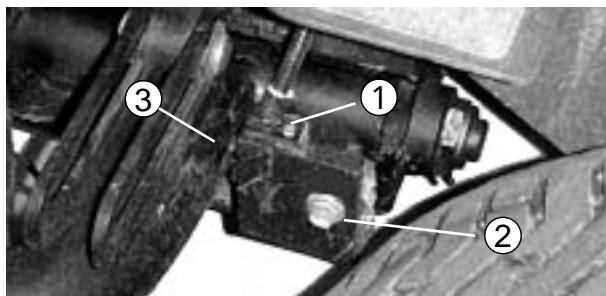

図 12
- ・ 4番（左前）の昇降アームにスイッチプラケットを固定しているキャリッジボルトナット（図12）をゆるめる。